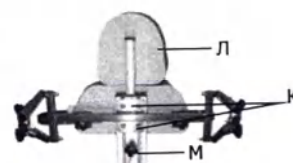

Рис. 7
7) Регулировка положения столика (при наличии) (рис.7)
8) Регулировка подголовника по высоте (при наличии) (рис.7)